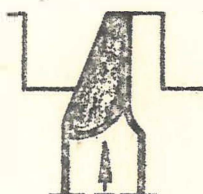

Fig. 3
- Generalmente se hace el desbaste con un buril derecho como para hacer una rosca cuadrada hasta el diámetro del núcleo. Después se cortan los flancos; ambos a la vez o flanco por flanco, según el tamaño del paso. (Figs. 3 y 4).